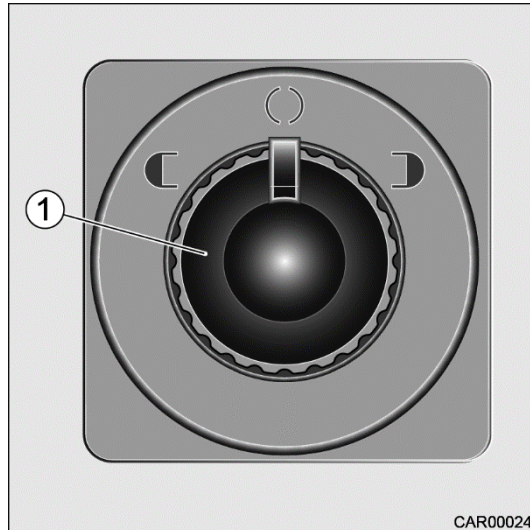

Fig. 30 Bouton de commande modèle I
1. Tourner le bouton (Fig. 30/1) vers la gauche pour régler le rétroviseur extérieur de gauche.
2. Tourner le bouton (Fig. 30/1) vers la droite pour régler le rétroviseur extérieur de droite.